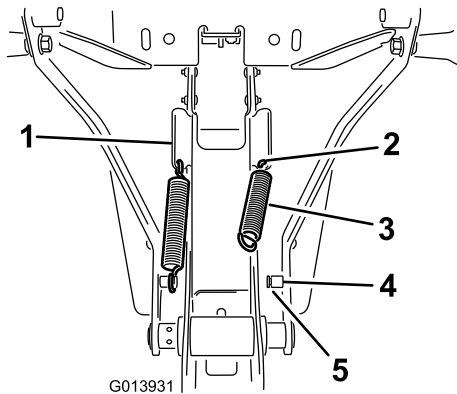

Figura 13
1. Instale a mola no furo na extremidade inferior da patilha angulada no lado do conjunto da estrutura (Figura 13).
2. Prenda uma extremidade da mola no furo e a outra no poste da mola (Figura 13).
3. Certifique-se de que a extremidade da mola está bem encaixada na ranhura da coluna (Figura 13).